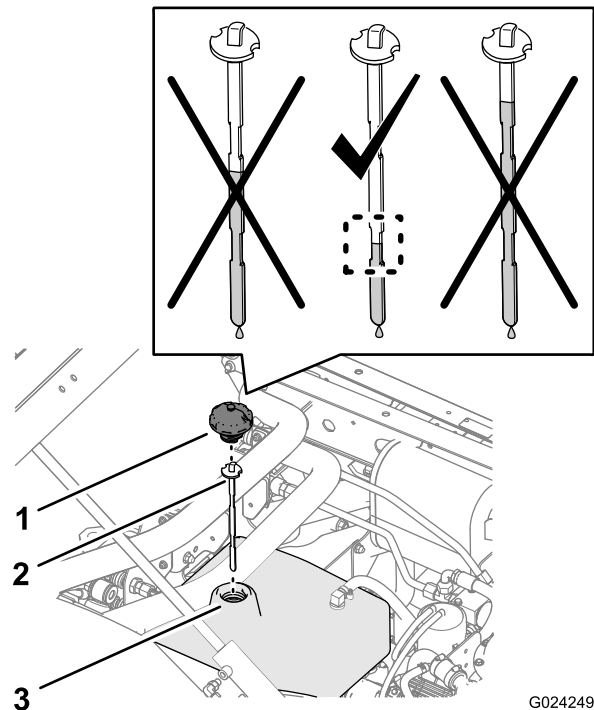
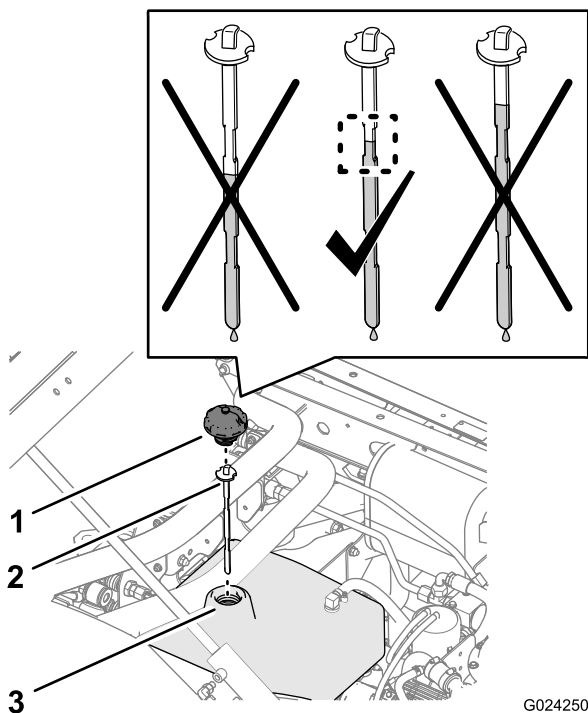

Figura 23
Figura 24
1. Limpe a zona em redor do tubo de enchimento e da tampa do reservatório hidráulico (Figura 23 e Figura 24).
2. Retire a tampa e a vareta do tubo de enchimento do depósito e limpe a vareta com um pano (Figura 23 e Figura 24).
3. Introduza a vareta no tubo de enchimento; retire-a e verifique o nível do fluido (Figura 23 e Figura 24).
4. Se o nível estiver baixo, adicione o fluido hidráulico específico no reservatório para subir o nível para meio da área do entalhe na vareta (Figura 23 e Figura 24).
5. Instale a vareta e a tampa no tubo de enchimento do depósito (Figura 23 e Figura 24).